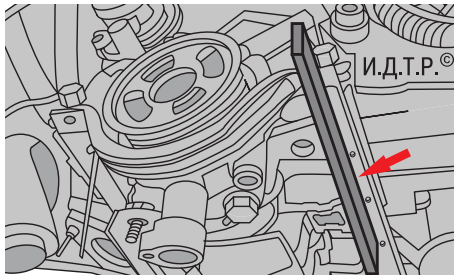

Рис. 5.34. Регулировка фланца масляного насоса с помощью линейки
10. Установите новую прокладку и масляный насос на место (новый масляный насос поставляют в сборе с передним уплотнением и шкивом коленчатого вала). Не затягивайте болты полностью. Отрегулируйте фланец масляного насоса, он должен находиться в пределах $\pm 0,20$ мм от нижних уплотнительных фланцев блока цилиндров. Используя подходящую линейку (рис. 5.34), выставите положение масляного насоса относительно уплотнительных фланцев блока цилиндров.